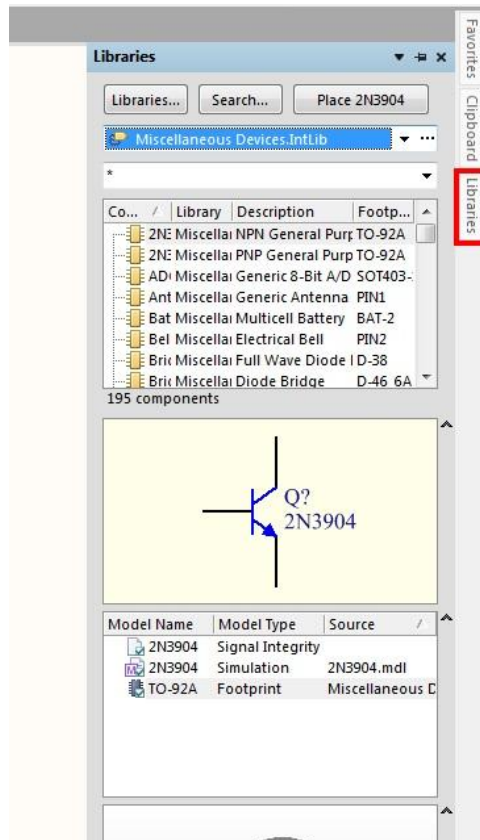

Рис. 4.2
2) Відкрийте панель **Libraries**, яка знаходиться у правій частині екрану (Рис. 4.2). Якщо її там не має, натисніть кнопку **System** правому нижньому куті головного вікна та оберіть **Libraries** з контекстного меню.